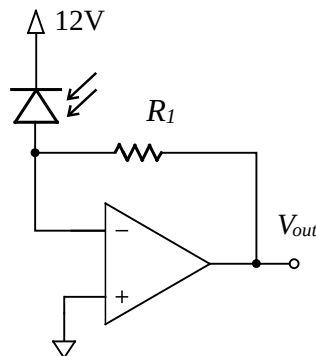

Figura 7: Aplicación de un amplificador de transimpedancia
- *Amplificador de corriente a voltaje (amplificador de transimpedancia)*: A veces, lo que se quiere amplificar no es un voltaje sino una corriente (por ejemplo en el caso de un fotodiodo funcionando en modo fotoconductor). Una forma usual de obtener un voltaje proporcional a una corriente es hacer circular esta corriente por una resistencia de valor conocido y amplificar el voltaje establecido en ella. Cuando esta corriente circula directamente a tierra, otra solución práctica es armar un amplificador de transimpedancia (figura 7), en el que la corriente a amplificar se sensa por uno de las entradas del OpAmp y circula a través de la resistencia de *feedback* R_f .
Como la caída de tensión de R_1 aparece sobre la salida del amplificador, la “ganancia” es $V_{out}/I_{in} = -R_1$ [esta ganancia tiene unidades de resistencia (impedancia), de ahí el nombre *transimpedancia*]. Una aplicación útil es como amplificador de un fotodiodo: un fotodiodo polarizado en inversa se conecta entre una fuente y el OpAmp como en la figura 7. En oscuridad, una corriente menor al μA circula por el diodo (corriente de oscuridad), pero cuando se lo ilumina, esta corriente será mucho más grande (decenas de μA) y aproximadamente proporcional al nivel de iluminación. Investigue qué valores de R_1 son apropiados para el nivel de iluminación del laboratorio, y trate de obtener un valor aproximado de la corriente de oscuridad. Compare con la hoja de datos del componente.